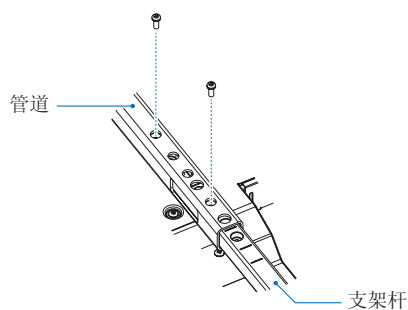

图2
2. 请使用随附的螺钉安装支架杆和管道。请在管道上拧紧两个螺丝孔（图2）。